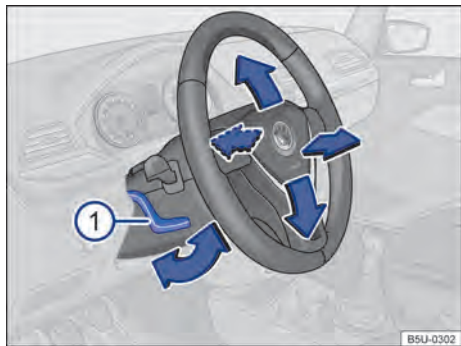

Fig. 56 Embaixo e a esquerda do volante junto com o revestimento da coluna de direção: alavanca de ajuste da posição do volante.
- Empurrar a alavanca → **Fig. 56** ① para baixo e colocar o volante na posição desejada.